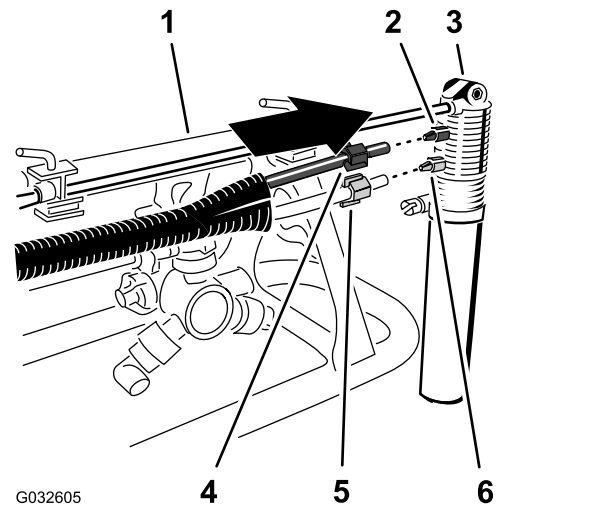

Figure 21
- Glissez l'écrou à compression bleu au bout du tube bleu et l'écrou à compression blanc au bout du tube transparent (Figure 21).
- Placez le bout du tube transparent muni de l'écrou à compression blanc devant le raccord à compression blanc de la buse du traceur à mousse, et serrez l'écrou à la main (Figure 21).
- Placez le bout du tube bleu muni de l'écrou à compression bleu devant le raccord à compression bleu de la buse du traceur à mousse, et serrez l'écrou à la main (Figure 21).